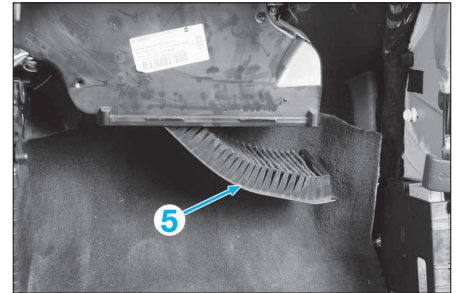

FIG. 4
- Déposer le filtre à air d'habitacle (5) (Fig.4).